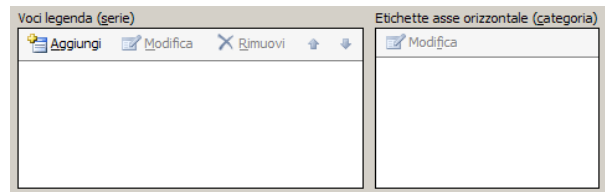

Figura 4 – Finestra Excel per la selezione dei dati
- o clicca su RIMUOVI fino a quando la finestra Voci legenda (serie) e Etichette asse orizzontale (categoria) non sono vuote (vedi figura 4) eventualmente, prima di rimuovere, selezionare con un click del mouse la serie da eliminare. Ci siamo quindi ricondotti alla situazione di grafico vuoto analoga a quella che si avrebbe se il cursore di Excel venisse lasciato su una casella vuota.